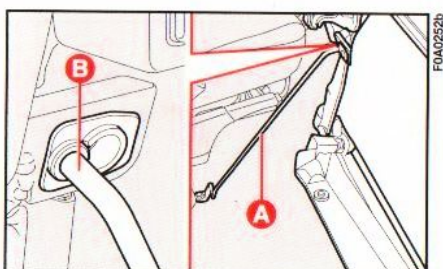

Abb. 56
- den Sitz durch Einführung des Stabs **A**, **Abb. 56** in die Aufnahme **B** auf dem Sitz selbst blockieren.